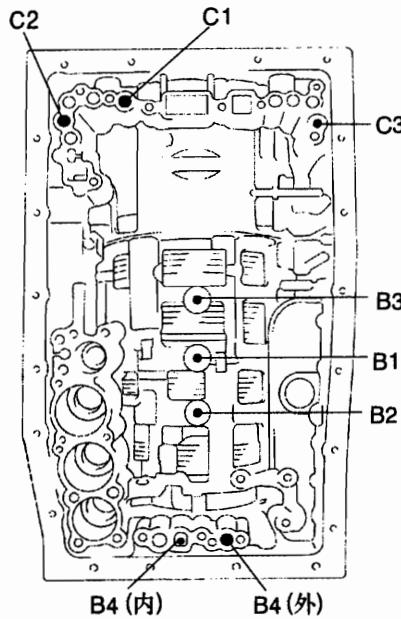
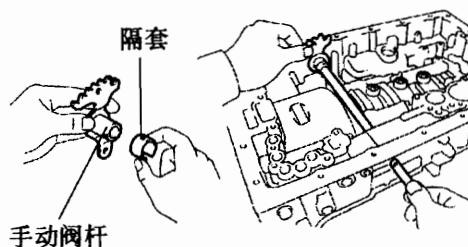

图 12-1-85
图 12-1-86
(33) 检查各个活塞工作情况。如图 12-1-85 所示，将压缩空气吹入油孔，检查活塞的工作噪声。注意：在检查超速挡直接离合器时，C3 蓄能器活塞孔应该关闭。若没有声音，则应解体并检查 2 号离合器 (C2)、3 号离合器 (C3)、1 号离合器 (C1)、3 号制动器 (B3)、1 号制动器 (B1)、2 号制动器 (B2)、4 号制动器 (B4) 的安装情况。
(34) 安装手动阀杠杆分总成。
①如图 12-1-86 所示，将新的隔套安装到手动阀杠杆上。穿过手动阀杠杆，将手动阀杠杆轴安装到变速器壳上。